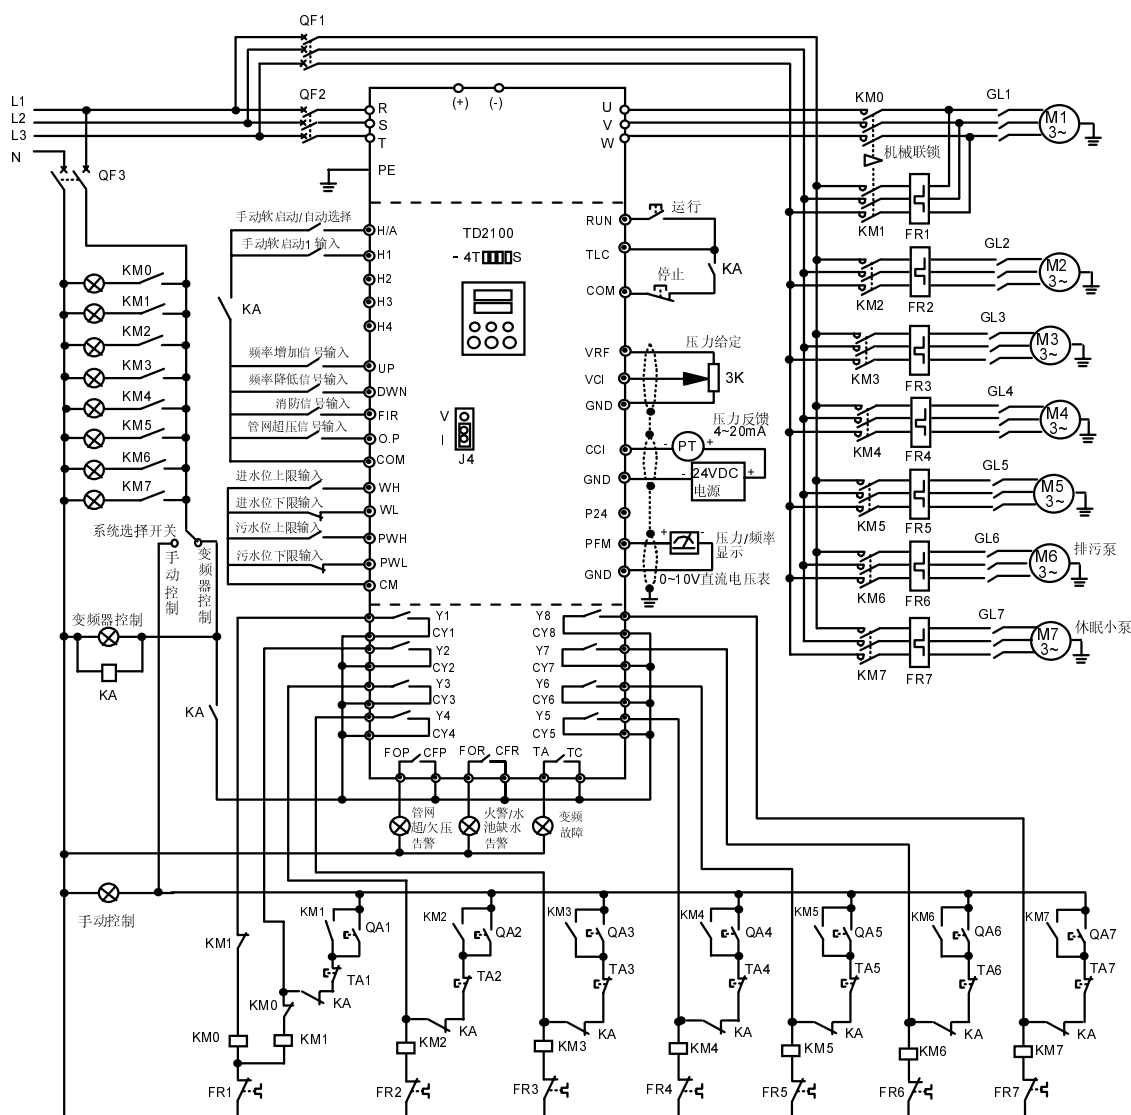

图3-12 变频固定方式（典型应用：5台常规泵+1台排污泵+1台休眠泵）
12. F107=0: 端子控制的普通控制方式; 如果需要采用三线运行控制方式, 则F107=1, 三线运行控制方式说明及接线见图3-12或表3-4;
11. F107=0: 端子控制的普通控制方式; 如果需要采用三线运行控制方式, 则F107=1, 三线运行控制方式说明及接线见图3-12或表3-4;
9. F107=0: 端子控制的普通控制方式; 如果需要采用三线运行控制方式, 则F107=1, 三线运行控制方式说明及接线见图3-12或表3-4;
2. 功能码设置见图3-12。